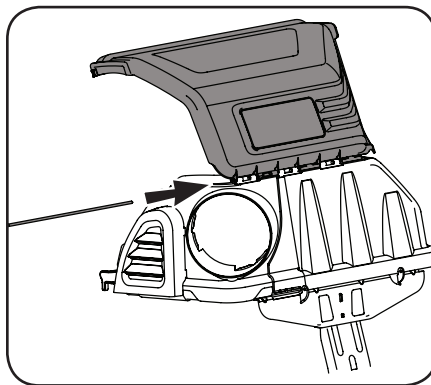

Figure 4-8
4. Faites aligner les encoches du couvercle supérieur du bac récupérateur avec les encoches à l'avant du support de la goulotte supérieure (631-05474B). Insérez la tige de charnière dans les fentes du côté droit du support de la goulotte supérieure. Voir Figure 4-8. Poussez la tige de charnière (711-06701) jusqu'au bout.